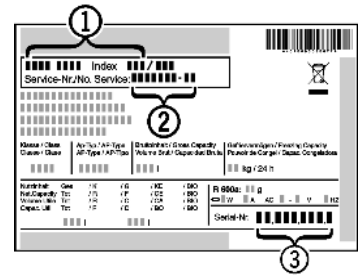

Fig. 16
- Relever la désignation de l'appareil *Fig. 16 (1)*, le n° de service *Fig. 16 (2)* et le n° de série *Fig. 16 (3)* sur la plaquette signalétique. Cette plaquette se trouve sur la paroi intérieure gauche de l'appareil.
- Informer le S.A.V. et lui communiquer la panne, la désignation de l'appareil *Fig. 16 (1)*, le n° de service *Fig. 16 (2)* et le n° de série *Fig. 16 (3)*.